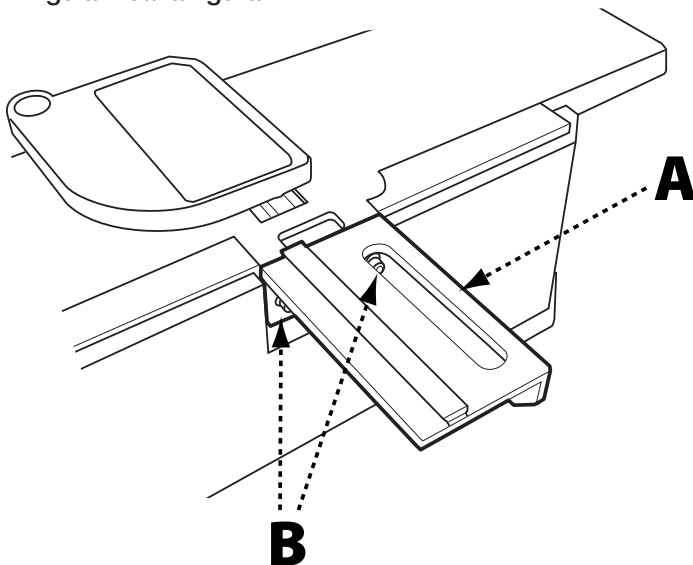

FIGURA 1
1. Sujete la abrazadera de soporte del tope guía (A) al bastidor de la herramienta usando dos tornillos de cabeza de sombrero M8 x 25 mm (B), cada uno equipado con una arandela de seguridad de 8 mm. Vea la figura 1. Asegúrese de que la superficie superior de la abrazadera esté al ras con la parte superior de la mesa.